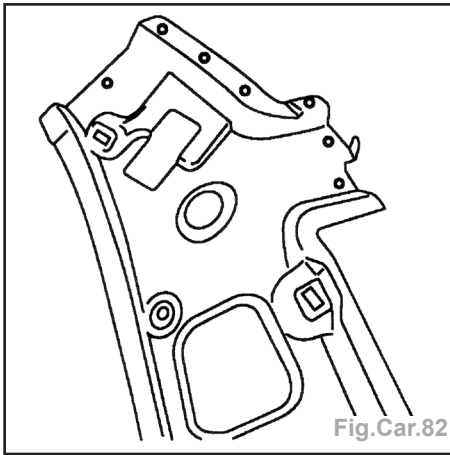

Fig.Car.82
- Percer à un $\varnothing 6,5$ mm pour soudage ultérieur par points bouchons (Fig.Car.82).